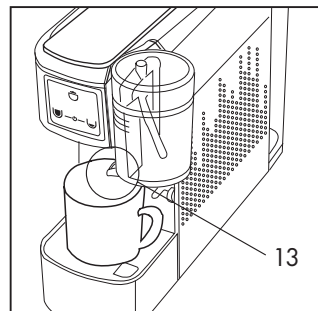

Fig. 13
- Enlever le couvercle du verre à lait (13) et remplir le verre de lait en faisant attention à ne pas dépasser le niveau indiqué (la dose conseillée est de 90 cc de lait). (**Fig. 13**)
- Fermer le verre à lait (13) avec le couvercle.